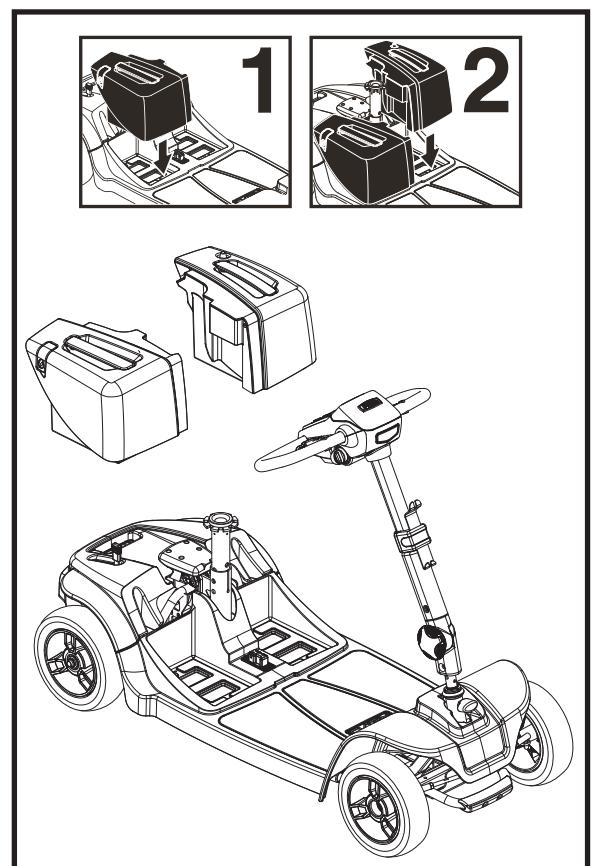

Abb. 22. Batteriebox Montage der Modelle 66 und 67
12. Installieren Sie die Akkus auf dem Roller und setzen Sie die Akkupacks ein. Installieren Sie immer zuerst den Recht Akku. **Siehe Abb. 22.**